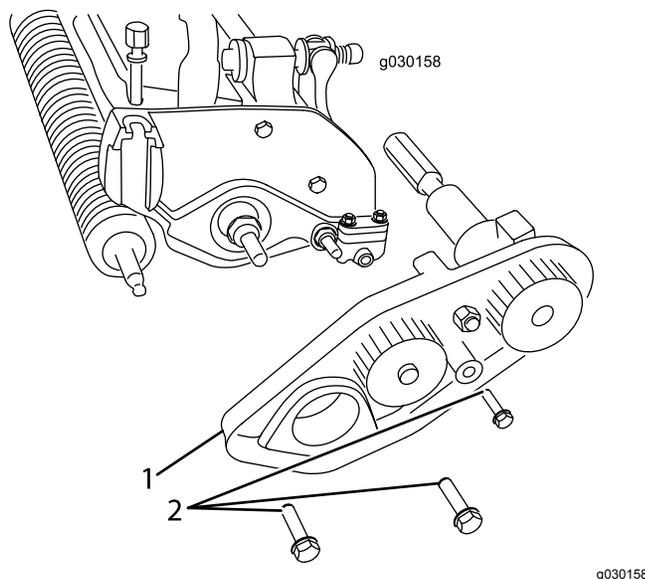

Figure 6
4. Retirez les 3 boulons qui fixent l'entraînement de courroie au plateau de coupe, le cas échéant, et déposez l'entraînement complet (Figure 6).
11. Insérez l'autre extrémité de l'arbre du groomer dans la plaque de support gauche (Figure 6).
- A. Montez l'entraînement de courroie au moyen des boulons retirés précédemment, et assurez-vous que la plaque latérale tourne librement (Figure 6).